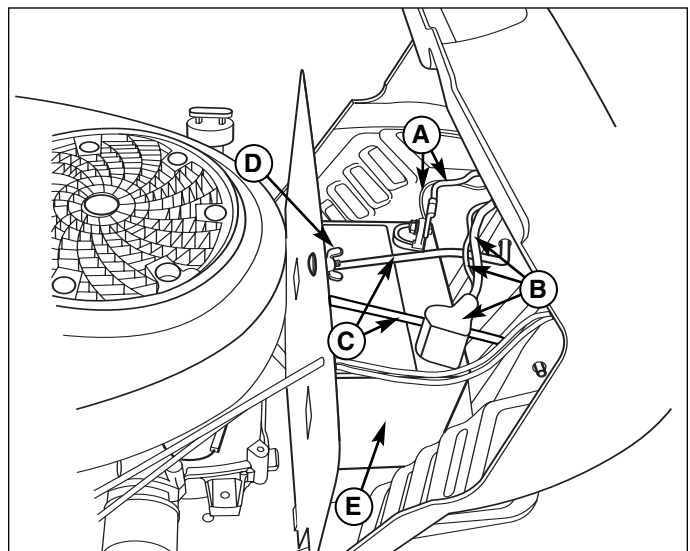

Abbildung 10. Batteriewartung
1. Kabel von der Batterie abtrennen, Minuskabel zuerst (A, Abbildung 10), anschließend Abdeckung und Pluskabel (B).
2. Flügelmutter und Unterlegscheibe (D) lockern.
3. Niederhalter (C) nach oben und von der Batterie weg schwenken. Am Lenkturm sichern.
4. Batterie (E) ausbauen.
7. Batterie (E) wieder im Batteriefach einbauen. Mit Niederhalter (C) und Flügelmutter und Unterlegscheibe (D) befestigen.
8. Batteriekabel wieder anbringen: erst Pluskabel und Abdeckung (B), danach Minuskabel (A).